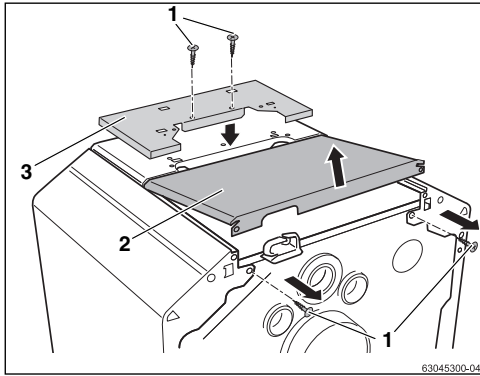

Bild 7 Hintere Kesselhaube abnehmen/Adapterblech montieren
- Die hintere Kesselhaube (→ Bild 7, [2]) etwas anheben und nach hinten wegnehmen.
- Das Adapterblech (→ Bild 7, [3]) für das Fremdbrennermodul BRM10 mit zwei Befestigungsschrauben auf der vorderen Kesselhaube hinten bündig montieren.